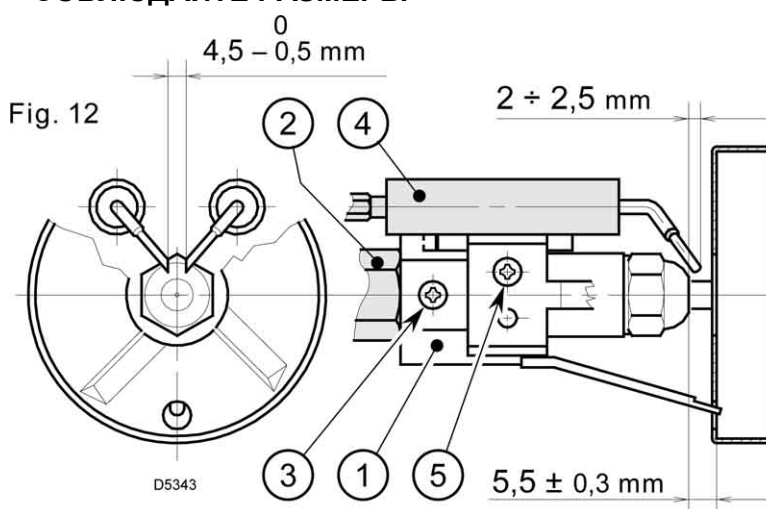

Рис. 12
- В то время как горелка держится на фланце (1), ослабьте винты (3) и снимите наконечник (2).
- Снимите с электродов провода (4), ослабьте винт (3, рис. 12, стр.7) и снимите с держателя форсунки турбулизатор в сборе (5).
- Закрутите форсунку (6), держа ее, как показано на рисунке.
- Ослабьте винты (2), отвинтите гайку (3), отсоедините провода (4) от блока управления (автомата горения), отсоедините фотосопротивление (6) и штекер 10 и снимите держатель форсунки (1).
- Снимите с электродов провода (4), ослабьте винт (3, рис. 12) и снимите с держателя форсунки (1) турбулизатор в сборе (11).
- Закрутите форсунку (12), держа ее, как показано на рисунке.
4.3 РЕГУЛИРОВКА ЭЛЕКТРОДОВ (смотри рис. 12)
- Менять форсунку (смотри рис. 10, стр. 6) и проверять правильное положение электродов (рис.12, стр. 7).